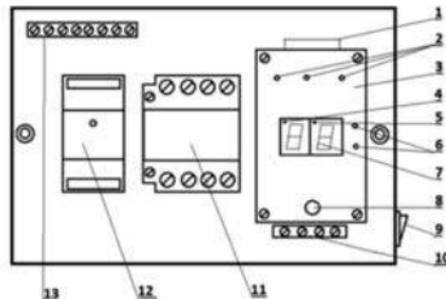

Рис. 1. Органы управления и индикации регулятора температуры «Навигатор»
Цифровой регулятор температуры «Навигатор» состоит из корпуса (Рис.1), электронного блока (3) с подсоединенными датчиками температуры (красный — подающей трубы и синий обратной трубы); индикаторов работы ступеней нагрева (2); индикатора включения циркуляционного насоса (4); индикатора включения внешнего регулятора комнатной температуры (5); индикаторов канала обратки (синий) и подачи (красный) (6); индикатора температуры (7); ручки управления (8); выключателя (9); переходной колодки (10) подключения циркуляционного насоса и подачи питания блока управления 220 В; реле-контактора 11 (в варианте исполнения Н2 два контактора,
Терморегулятор имеет два гнезда типа 6P4C (поз.1 Рис.1) для подключения внешних устройств регулирования температуры воздуха в помещении. При подключении этих устройств и достижении заданной температуры воздуха обогрев полностью отключается, загорается сигнальная точка в средней верхней части индикатора.
Снять ручку управления 8 (рис.1), открутить два винта и снять крышку блока Навигатор, проложить подводящие кабели согласно схем подключения.